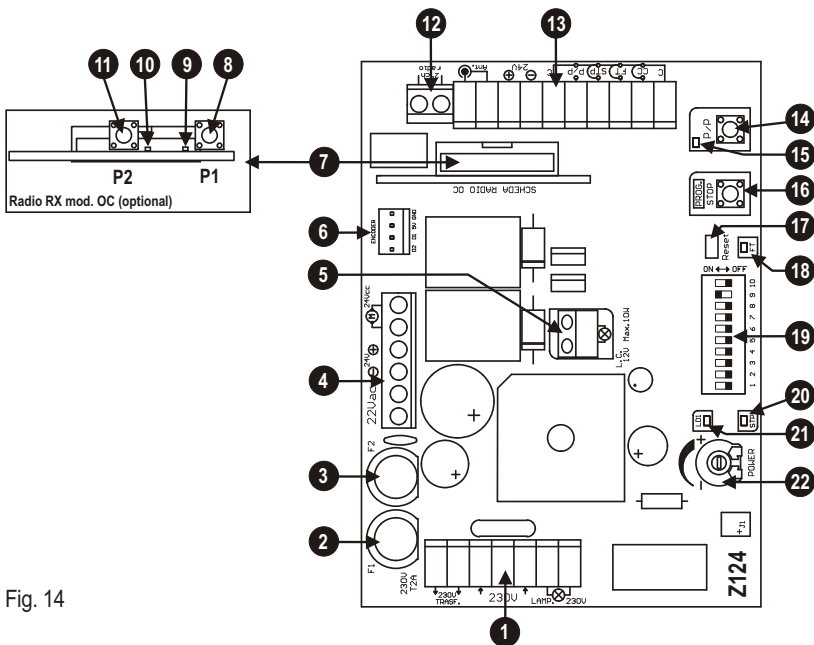

Fig. 14
## E DESCRIPCIÓN DE LAS PIEZAS (fig. 14)
- 1) Manteniendo pulsado el botón PROG. haga un reajuste cortocircuitando con el destornillador el jump Reset (det. 17 de fig. 14).
- 9) Para volver al funcionamiento normal, realice un reajuste de la central (cortocircuite el conector, det. 17 de fig.14)
Durante la etapa de aprendizaje se accionará varias veces el botón P/P (det. 14 de la fig. 14), como alternativa se puede utilizar el mando P/P (borne 14, fig. 15), o bien el transmisor memorizado en el primer canal del receptor.